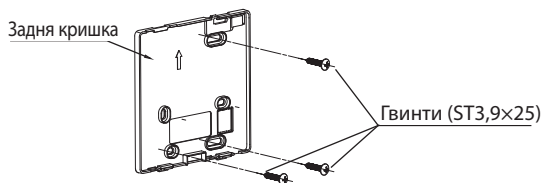

Рисунок 3-3
- У разі відкритого монтажу прикріпіть задню панель до стіни за допомогою 3 гвинтів (ST3,9×25) і дюбелів (рис. 3-3).